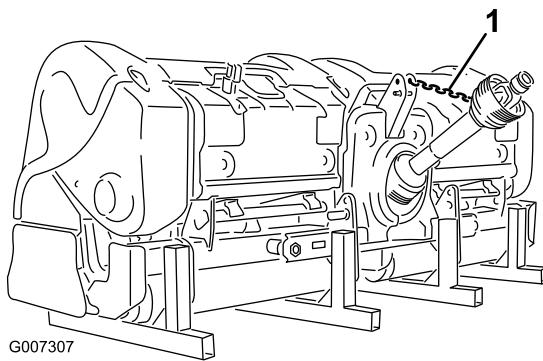

Figura 45
12. Ligue o tirante da tomada de força à proteção da tomada de força para evitar que o veio da tomada de força entre em contacto com o solo (Figura 45).